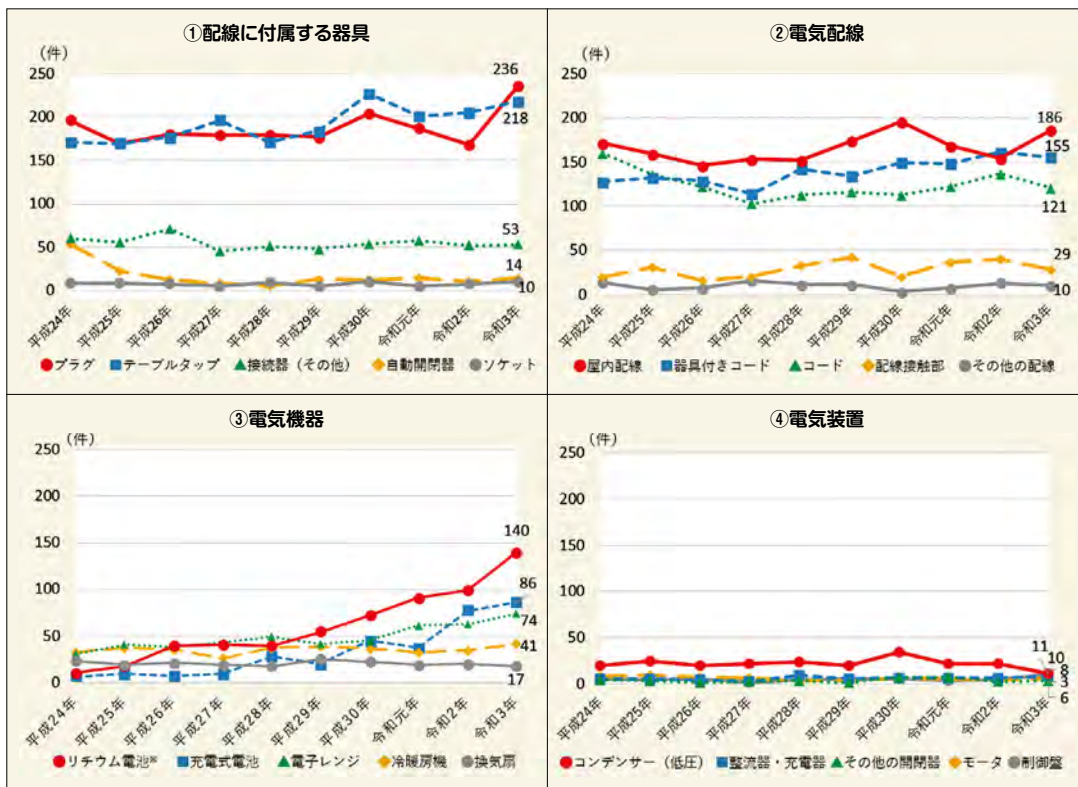

図3 過去10年間における電気器具類の種類別の住宅火災件数の推移
①配線に付属する器具については、テーブルタップやプラグ、②電気配線については、屋内配線、器具付きコード等による火災が特に多くなっている。③電気機器については、リチウム電池、電子レンジ、冷暖房機、充電式電池の件数が多くなっている。なお、火災統計上、リチウム電池はコイン・ボタン型等の一次電池だが、実際の火災事例では「充電式電池」に分類すべき二次電池である「リチウムイオン蓄電池」が含まれている可能性があるという前提で検討を行っている。④電気装置については、コンデンサーが他の発火源と比較して多くなっている。
(3)過去10年間(平成24年から令和3年)における電気器具類の種類ごとの住宅火災件数の推移(上位5分類)(図3)
①配線に付属する器具、②電気配線について